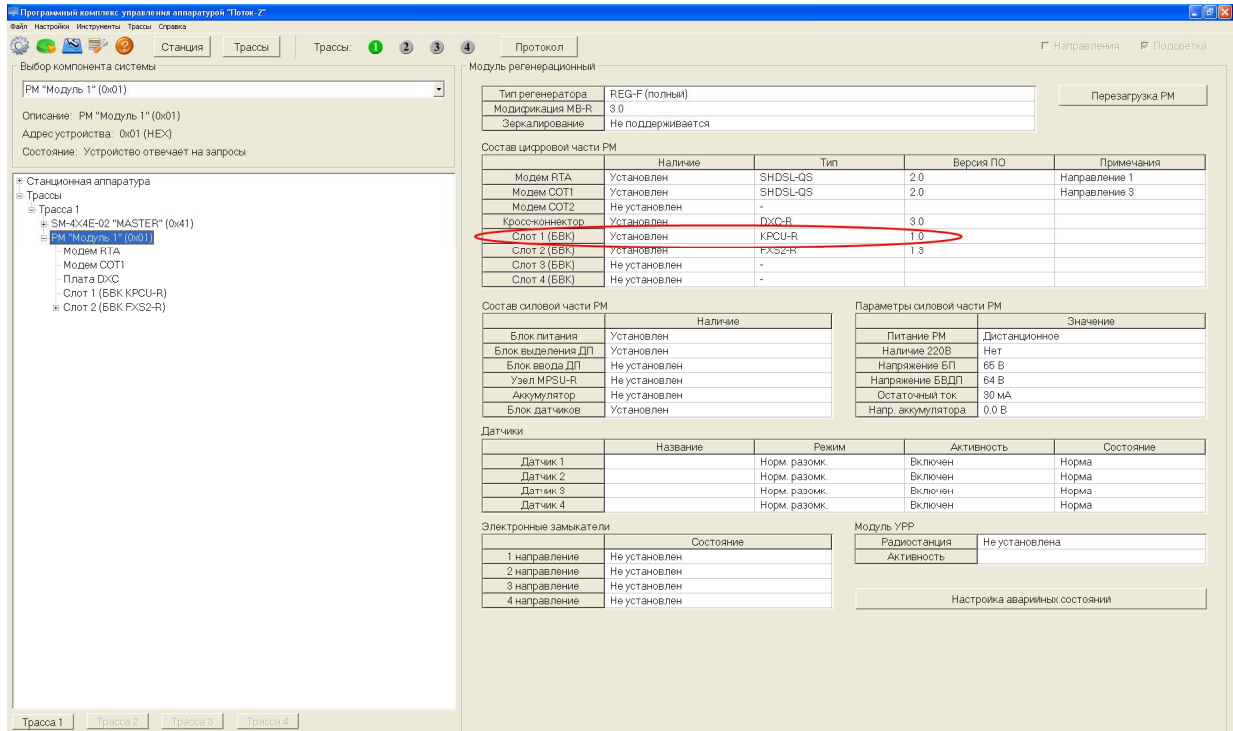

Рисунок 1 - Наличие блока KPCU-R (ПО «Поток-2»)
5.1.1 Наличие блока стыковки KPCU-R определяется в ПО «Поток-2» для модуля регенерационного REG-F (см. рисунок 1).